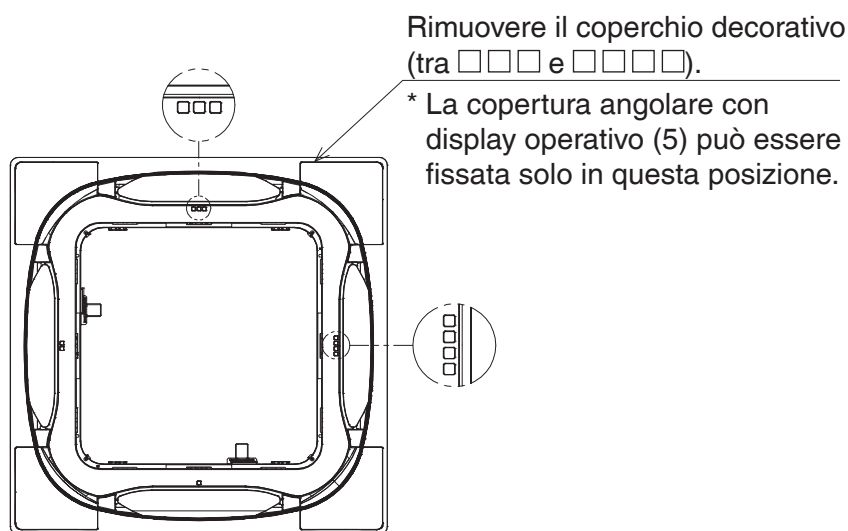

Figura 16
2. Rimuovere il coperchio decorativo nella posizione mostrata nella **Figura 16** (contrassegnata con □□□ e □□□□). (Fare riferimento a **Figura 16**.) (Il coperchio decorativo rimosso non è più necessario.)